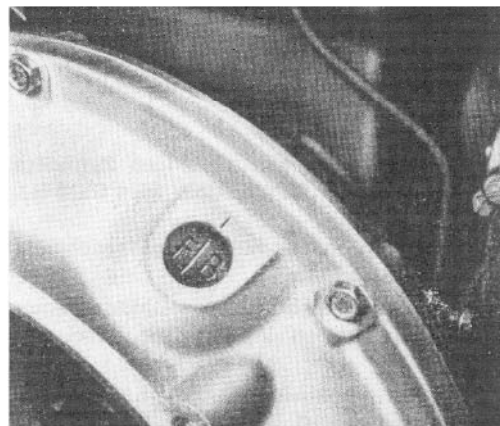

Bild 51. „OT“, „FB“-Markierung am Schwungrad
2. Motor soweit durchdrehen, bis beide Ventile des einzustellenden Zylinders geschlossen sind und die Schwungradmarkierung „OT“ sichtbar wird (Bild 51). Zündfolge: 1 – 3 – 4 – 2. Auf keinen Fall beim Überschneiden der Ventile eine Einstellung vornehmen. Der Zylinder 1 befindet sich an der Schwungradseite.